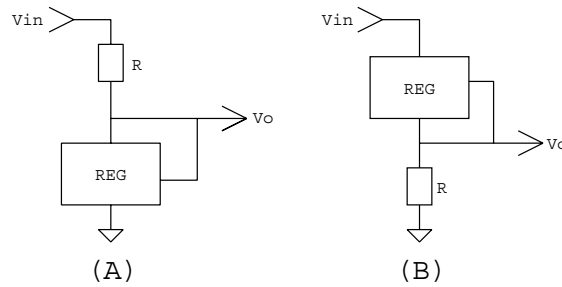
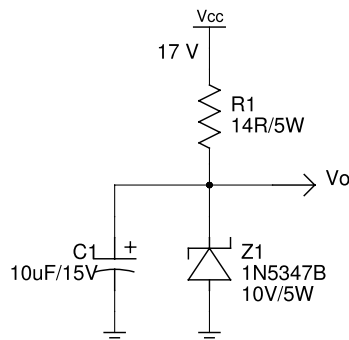

Figura 4.1: Arquitectura de los reguladores lineales
Figura 4.2: Regulador con diodo zener
En la figura 4.1 se muestran las dos posibles arquitecturas de un regulador lineal. Como es fácil deducir, ambas se basan en un divisor resistivo. Esto significa que la tensión de salida (V_o) será siempre menor que la tensión de entrada (V_{in}).
- La figura 4.1-A muestra un regulador tipo *shunt*. Este tipo de reguladores suelen ser bastante simples, pero, por contra, presentan una baja eficiencia, ya que cuando la carga demanda baja corriente, el regulador se ve obligado a derivar la corriente no consumida a masa para mantener la tensión de salida constante.
- La figura 4.1-B muestra un regulador serie. El regulador cuenta con un elemento que hace las veces de resistencia variable. En este tipo de esquema se logra una mayor eficiencia, ya que la mayor parte de la corriente que atraviesa el regulador se entrega a la carga². Por contra suelen ser más complejos, e introducen nuevos factores como por ejemplo la tensión mínima de caída en el regulador.
En la figura 4.1 se muestra que el regulador tiene tres terminales, estando el 'tercero' conectado siempre a la salida. En el caso más general, el regulador muestrea la salida para mantener la tensión de salida constante.
Una de las formas más simples de resolver el problema de la regulación es el uso de un regulador basado en un diodo Zener, como el mostrado en la figura 3.8. Invitamos al lector a comparar su arquitectura con la de la figura 4.1-A. Vamos adaptar levemente este circuito para hacerlo compatible con las características de la fuente de alimentación de la figura 3.24 mostrándose el resultado final en la figura 4.2.
Veamos un ejemplo concreto basado en el ejemplo de la figura 4.2. Un fabricante especifica que para el diodo 1N5347B, con tensión de zener de 10 Volt y capaz de disipar 5W, presenta una resistividad de $2\ \Omega$ a una corriente de 125 mA³. En nuestro ejemplo, cuando trabajamos en vacío (sin carga), toda la corriente que circula por R1 atraviesa Z1. Como la tensión en bornas de Z1 es de aproximadamente 10 V, quedan 7 V para la resistencia. Por tanto, la corriente de la misma será de 500 mA. A esta corriente, la resistividad del diodo será algo más baja que los mencionados $2\ \Omega$, pero no mucho más baja. El diodo forma un divisor resistivo, con una función de transferencia de: